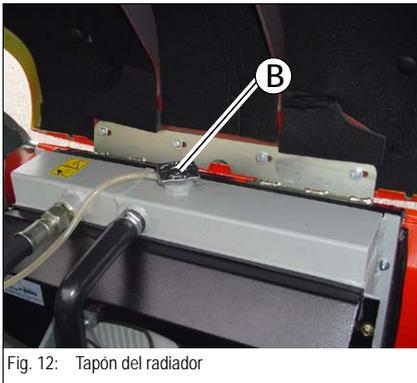

Fig. 12: Tapón del radiador
- Controlar el nivel de refrigerante en el recipiente transparente de refrigerante **A** y en el radiador de agua **Fig.12**